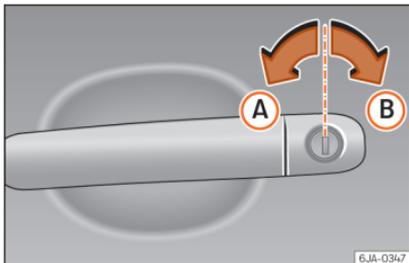

Abb. 121 Positionen des Schlüssels bei Verriegelung und Entriegelung des Fahrzeugs
– Drehen Sie den Schlüssel im Schließzylinder der Fahrertür in Fahrtrichtung bis zur Öffnungsposition **(A)** »» **Abb. 121**.
– Drehen Sie den Schlüssel im Schließzylinder der Fahrertür gegen die Fahrtrichtung bis zur Schließposition **(B)** »» **Abb. 121**.